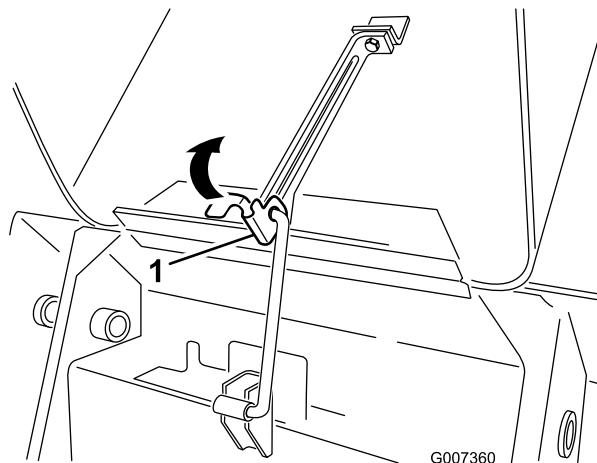

Figura 28
1. Levante la pestaña que sujeta la varilla de soporte (Figura 28)